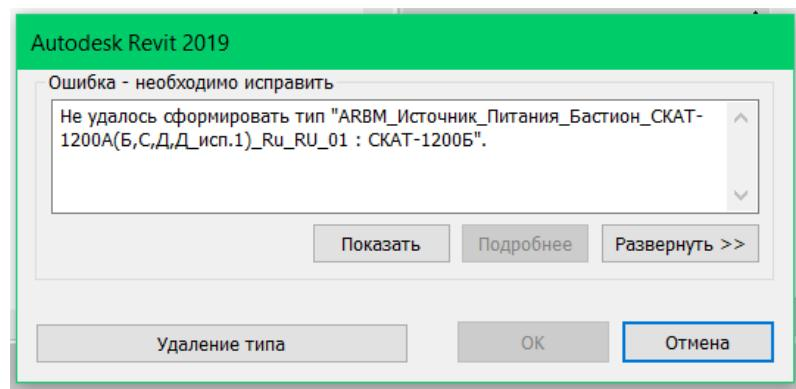

Рис. 3. Ошибка при смещении УГО на радиус более 1000 мм, относительно точки вставки семейства.
5. ВАЖНО для корректной работы семейства: Радиус смещения УГО относительно точки вставки семейства должен быть не более 1000 мм, иначе возникнет ошибка, см. рис. 3.